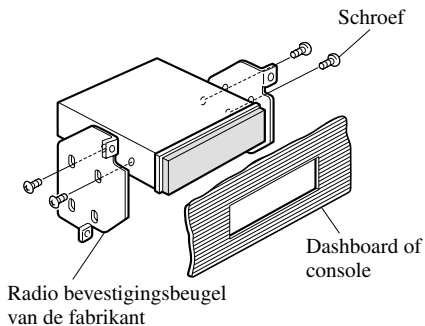

Afb. 17
- Vastmaken van dit product aan de fabrieksradio-bevestigingsbeugel. (Afb. 17) (Afb. 18) (Afb. 19)